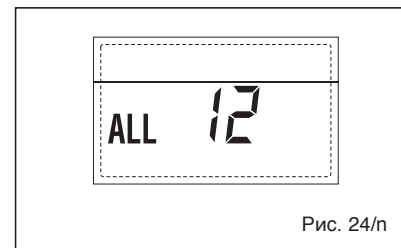

Рис. 24/н
**– СРАБАТЫВАНИЕ ПРЕДОХРАНИТЕЛЬНОГО ТЕРМОСТАТА ПЕРВОЙ СМЕШАННОЙ ЗОНЫ “ТРЕВ 20” (рис. 24/р)**